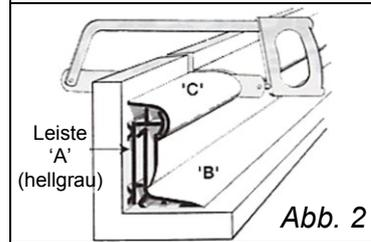

Abb. 2
- Legen Sie die zusammengefügte Dichtungsleiste aufrecht in einen Sägeblock und schneiden Sie diese wie in **Abb. 2** mit einer tiefen, fein gezahnten Säge, je nach Bedarf, ob gerade oder in einem 45°-Winkel, auf die gewünschte Länge zu. Danach entfernen Sie alle Sägespuren mit einer scharfen Klinge, achten Sie dabei auf scharfe und spitze Enden. Verletzungsgefahr!!!